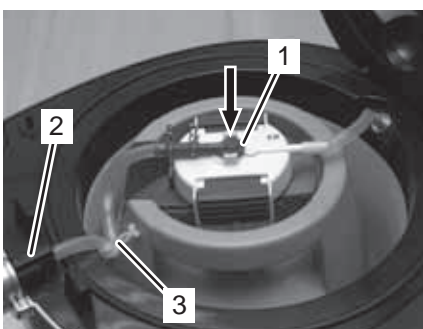

Fig. 29
14. Pour soutirer, veuillez introduire doucement le raccordement de bière (Fig. 29/1) dans l'adaptateur de fût. Appuyez énergiquement pour surmonter la résistance du bouchon dans le fût.
16. Introduisez le bloc de verrouillage (Fig. 29/2) dans la cavité sur l'appareil.
17. Fixez le tuyau distributeur à l'aide de la manette (Fig. 29/3).